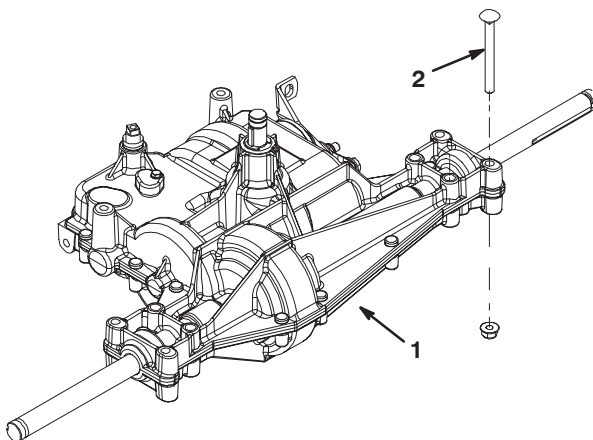

Bild 1
3. Nehmen Sie die zwei (2) Schlosssschrauben und Muttern ab, mit denen jedes Ende der Hinterachse am Rahmen befestigt ist (Bild 1).